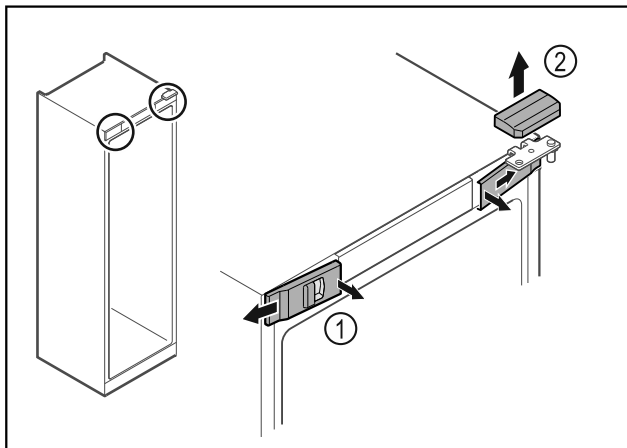

Fig. 14
- ▶ Wyczepić przednie osłonki Fig. 14 (1) i odchylić w bok.
- ▶ Górną osłonkę Fig. 14 (2) zdjąć w górę.